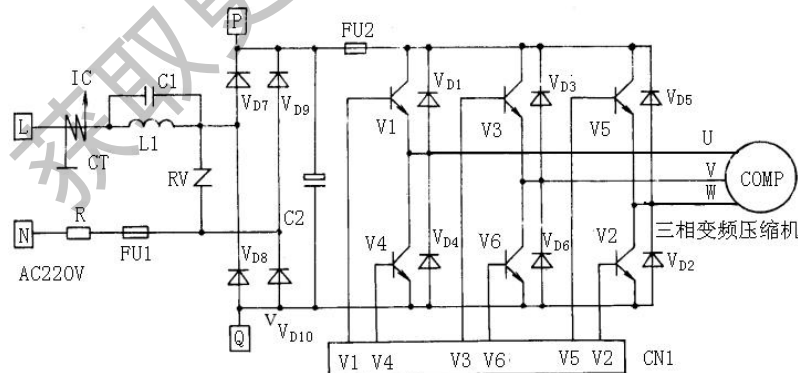

图1-3 变频器主电路
(3)功率逆变器原理。功率逆变器(又称变频模块)是将直流电转换为频率与电压可调的三相交流变流装置，电路如图1-3所示，其由六个功率晶体管组成以开关元件的交-直-交电路电控制线路使每只功率晶体管导通180°，且同一桥臂上两只功率晶体管一只导通时，另一只必须关断。相邻两相的元件导通相位差为120度，在为移相功率三极管， $V_{D1} \sim V_{D6}$ 为续流二极管。当控制器输出信号时， $V1 \sim V6$ 使功率逆通，从而输出频率变化的三相交流电使压缩机运转。
①测量绝缘电阻。
是将交流电转换为直流电的装置，采用硅整流元件桥式连接，相电源输入。一般变频空调器电功率在2kW以下多采用单相电源时，多采用三相电源输入。单相与三相整流电路不同之处只是二极管。三相变频整流后续电路和单相变频整流后续电路完全该电容量较大一般在75~150 μF之间，具体容量大小要根据变图1-3所示。
②测量运转电流。由于变频器输入和输出电流都含有各种高次谐波成分，故测量电流时需选用电磁式仪表，因电磁式仪表所指示的是电流的有效值。
③测量主电路波形。用示波器测主电路电压和电流波形时必须使用高压探头，如使用低压探头须用互感器或其它隔离器件进行隔离。
④测量整流器与逆变器。如图1-3所示，断开逆变器输入输出端，测量逆变器直流电阻值是否正常。变频器的电阻测量状态如表1-1所示。